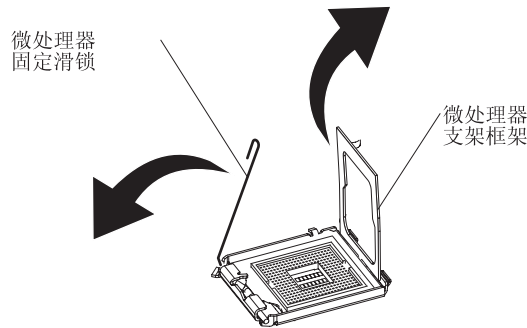

图 55. 微处理器支架
9. 将微处理器固定滑锁的末端向下按，移向一侧，然后将其缓慢松开到打开（向上）位置，这时固定杆将松开（请参阅图 55）。
10. 通过提起顶部边缘的卡口打开微处理器支架（请参阅图 55）。